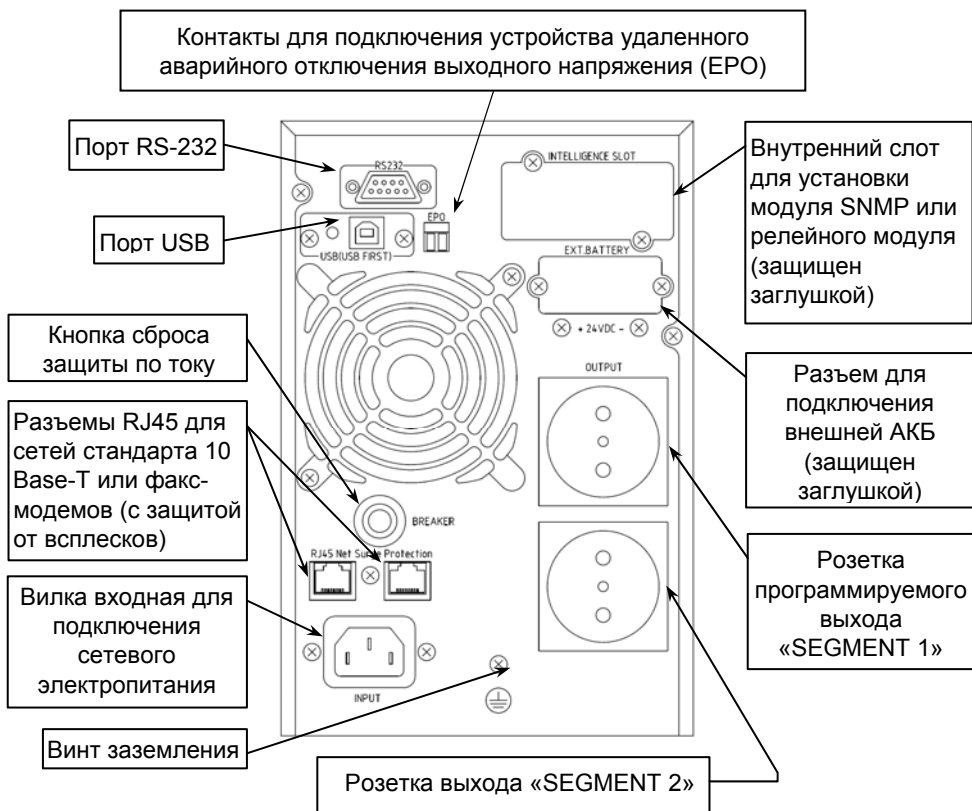

Рисунок 2 – общий вид задней панели изделия.
На задней панели изделия расположены: входной и выходные разъемы, разъем для подключения внешней аккумуляторной батареи, кнопка сброса срабатывания защиты по току (срабатывание защиты происходит при превышении уровня входного тока выше допустимого), вентилятор охлаждения и разъемы коммутационных портов (см. рисунок 2).
- Заземлить корпус изделия, используя винт заземления (см. рисунок 2).